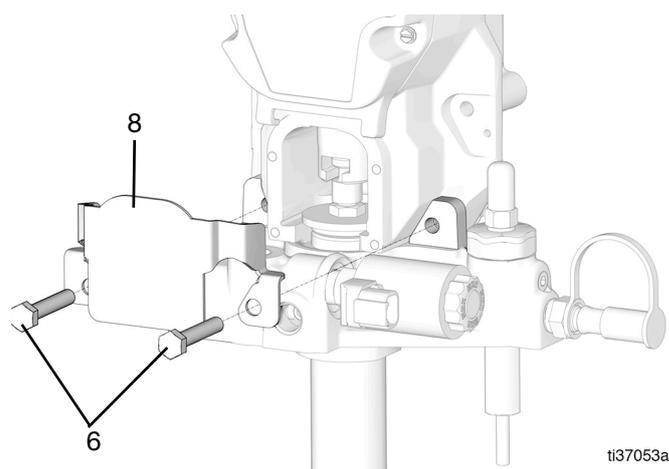

FIG. 32
10. Retirer les deux boulons (6) et les deux écrous (non montrés) du couvercle de protection (8) (FIG. 32).